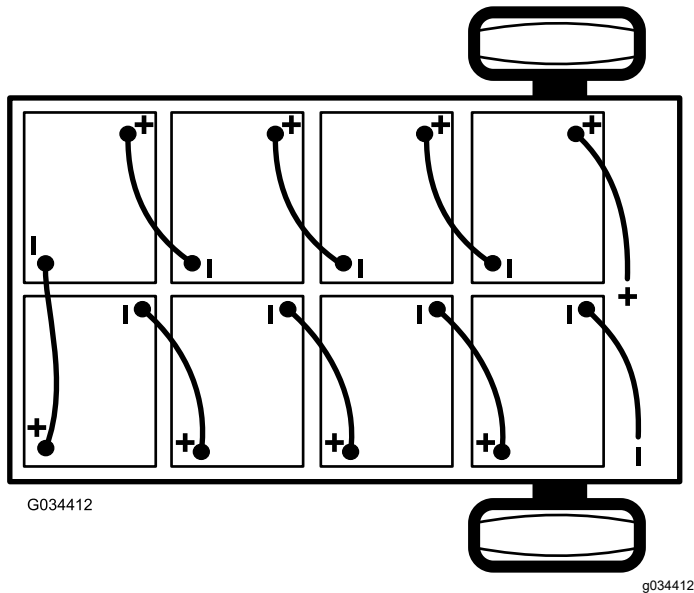

Figure 39
2. Débranchez le câble négatif principal (noir) de la batterie qui relie la rangée de batteries au point de masse de la machine (Figure 39).
- Débranchez le câble positif principal (rouge) qui relie la rangée de batteries au contacteur principal de la machine (Figure 39).
Remarque: Observez la polarité lors de la mise en place des batteries neuves (Figure 39).
- Reliez les batteries entre elles, comme montré à la Figure 39, avec les câbles d'interconnexion que vous avez retirés à l'opération 1.
- Branchez le câble positif principal (rouge) entre la rangée de batteries et la machine (Figure 39).
- Branchez le câble négatif principal (noir) entre la rangée de batteries et la machine (Figure 39).